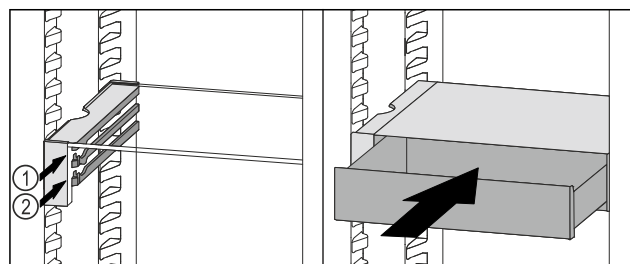

Fig. 121
- ▶ Nasaďte zásuvku VarioSafe za zářáčky na požadovaném žebro Fig. 121 (1) nebo Fig. 121 (2).